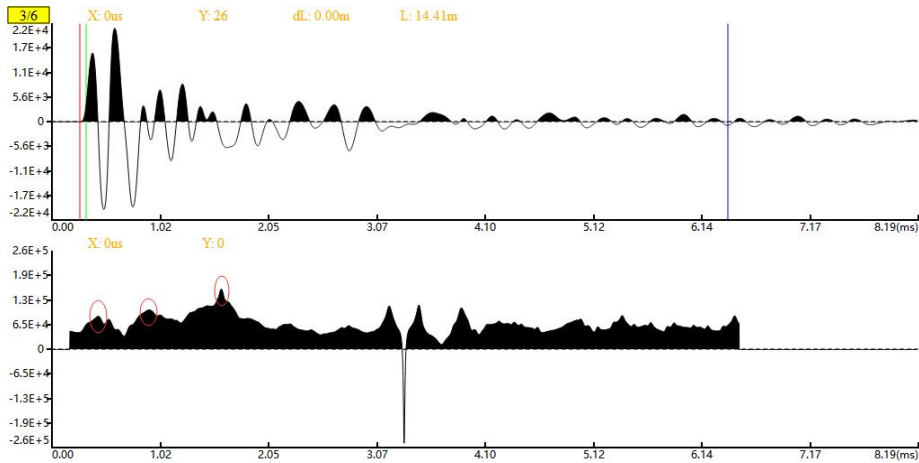

图 3-17 EMD 分析
- EMD 分析：在点击 EMD 选项图标以后在原波形上会分别出现出现红色、绿色和紫色的标注，这 3 个标注分别定位的是立柱的杆头、自由端与立柱段临界点和杆底的位置，如图 3-17 所示。在操作过程中这些标注可以用作参考来方便对整个杆体进行分析，关注 EMD 后波形的尖峰点（图中红色框圈起位置），该处可能对应缺陷位置。快捷键为 **ⓑ**。